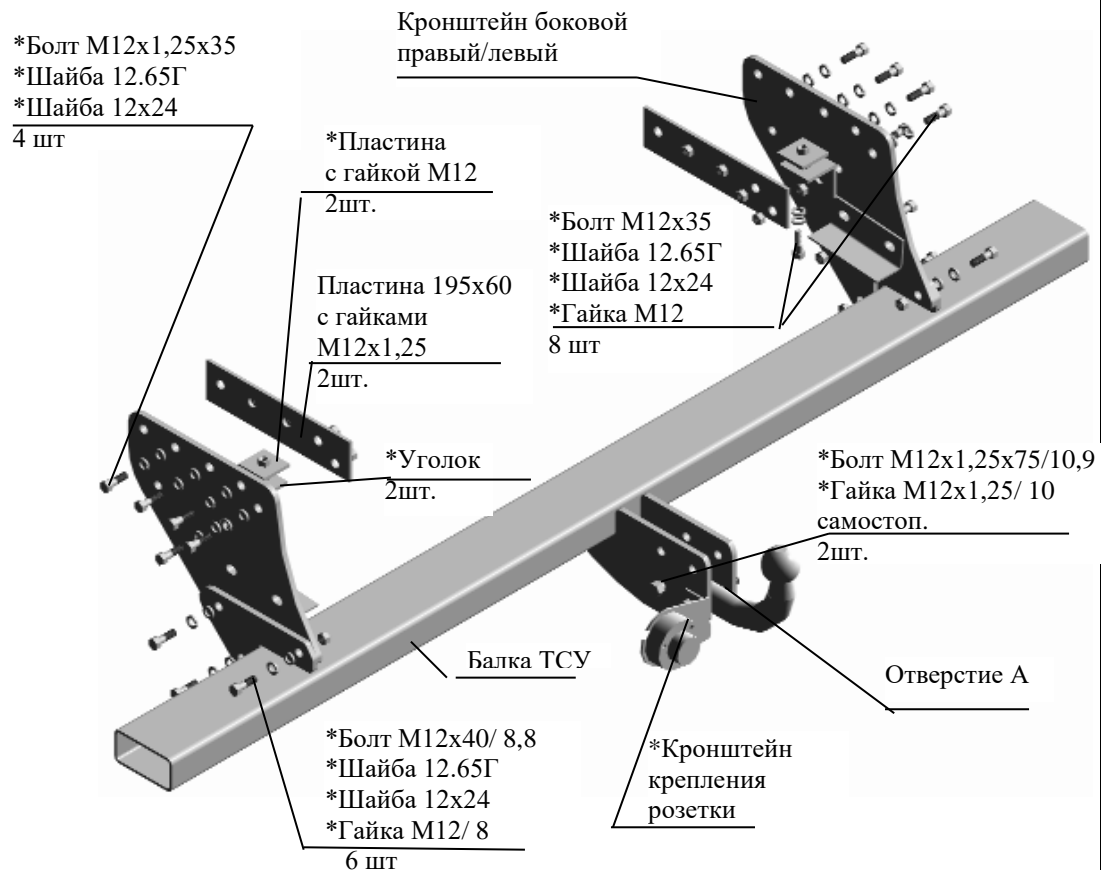

Рис.1 Тягово-цепное устройство 7114.
2.1 ТСУ 7114 в сборе (рис.1)	1 шт.
2.2 Пакет с комплектующими (см. рис.1)	1 шт.
4.5 Закрепить балку ТСУ к боковым кронштейнам (крепежом соответственно рис.1).